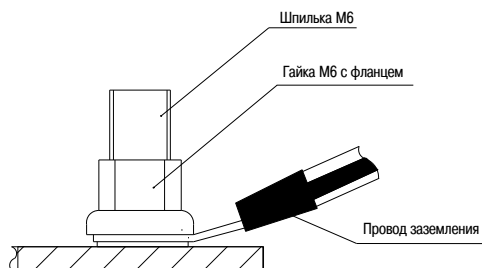

Рисунок 17
4.3.7 После сборки необходимо произвести заземление двери и боковых панелей с корпусом. Для крепления проводов заземления к шпилькам заземления используются гайки М6 (с фланцем) (рисунок 17):